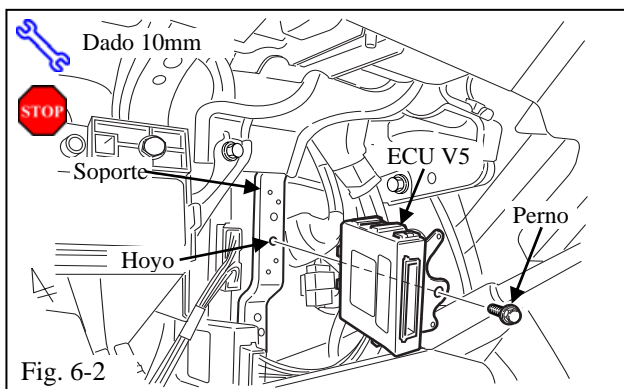

Fig. 6-2
- (b) Utilice 1 Perno de la Bolsa del Hardware para instalar el ECU V5 al Soporte del Vehículo como se muestra. (Fig. 6-2)
- (1) No apriete demasiado el Perno.